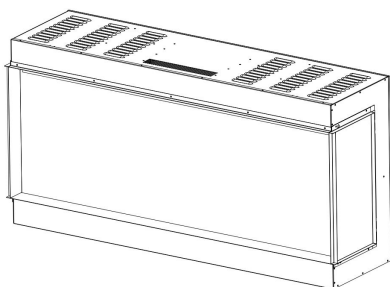

Fig.2-1
1. Il camino è fissato con barre di protezione e pannelli sul lato destro e sinistro. Fig.2-1,2-2